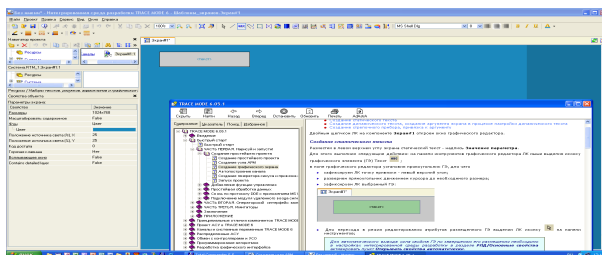

Рис.5
- зафіксуємо ЛК вибраний ГЕ (рис.5):